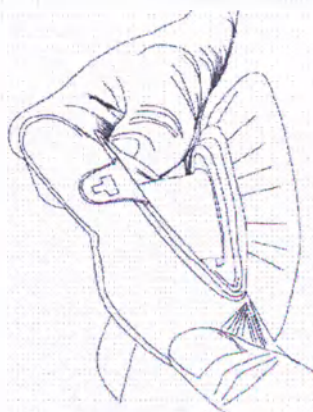

Рисунок 16
- Наденьте мешок на фланцевое кольцо пластины снизу-вверх (рисунок 16).